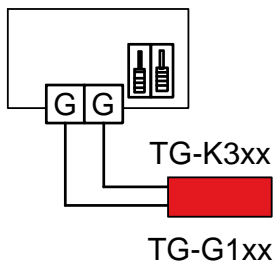

Abb. 3: Umschalter und Anschluß an externem Fühler und internem Sollwert\*
**Hinweis!** Beim Betrieb mit externem Fühler muß die entsprechende Funktion im EVR getrennt werden. Dies geschieht, indem der Umschalter rechts von der Klemmenreihe gestellt wird, siehe Abbildung 3.